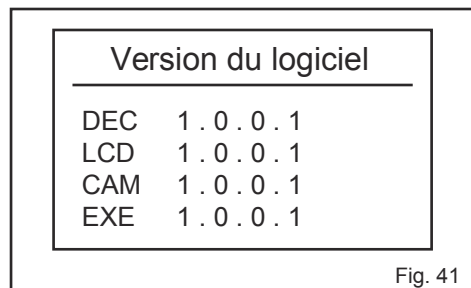

Fig. 41
3) Version du logiciel (Fig. 41)